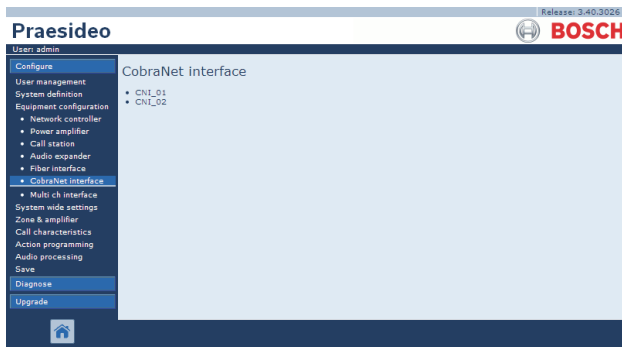

abbildung 44.38: Konfiguration der CobraNet-Schnittstelle, Schritt 1
- 1 Rufen Sie *Configure > Equipment configuration > CobraNet interface* auf. Im Mainframe der webbasierten Benutzeroberfläche erscheint ein Bildschirm, der dem in abbildung 44.38 ähnelt.